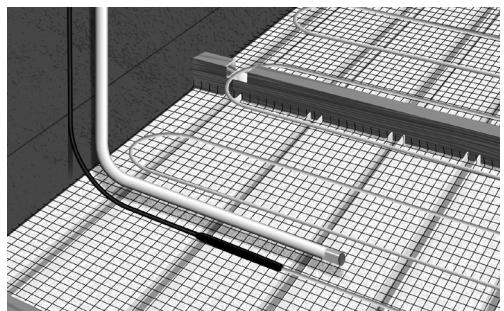

Fig. 17. Plasser og fest det tomme røret mellom 2 kabler
8. Installer et tomt rør til gulvsensoren. Sørg for å plassere enden av det tomme røret på samme nivå som varmekabelen og mellom to sløyfer, ca. 50 cm fra veggene. Så forsegler du enden på det tomme røret. (Fig. 17).